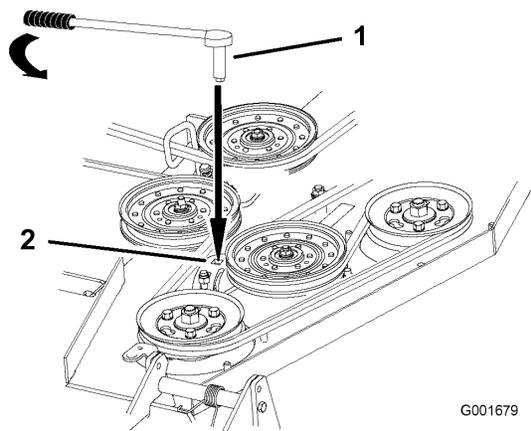

**Figura 49**
4. Afloje el brazo de la polea tensora fija y ajústelo para aliviar la tensión de la correa sobre la polea tensora fija (Figura 49).
6. Instale la correa nueva a través de la guía de la correa y alrededor de las poleas (Figura 49).